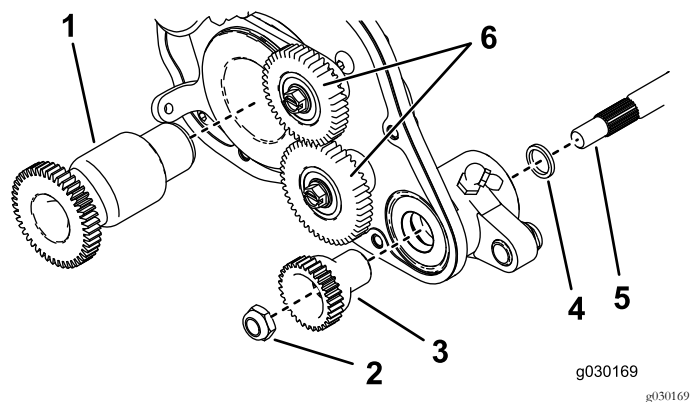

图10
4. 向驱动组件轴承支架内的密封件和疏草刀轴的花键端涂抹润滑脂图10。
6. 将疏草刀轴的花键端滑入驱动组件轴承支架图10。
8. 用驱动齿轮锁紧螺母将齿轮固定至疏草刀轴图10。
13. 将疏草刀驱动齿轮固定至滚刀右侧的滚刀轴图10然后上紧扭矩至 170N·m。
14. 安装并固定怠速齿轮 图10 上紧平头螺丝扭矩至 13.5N·m。